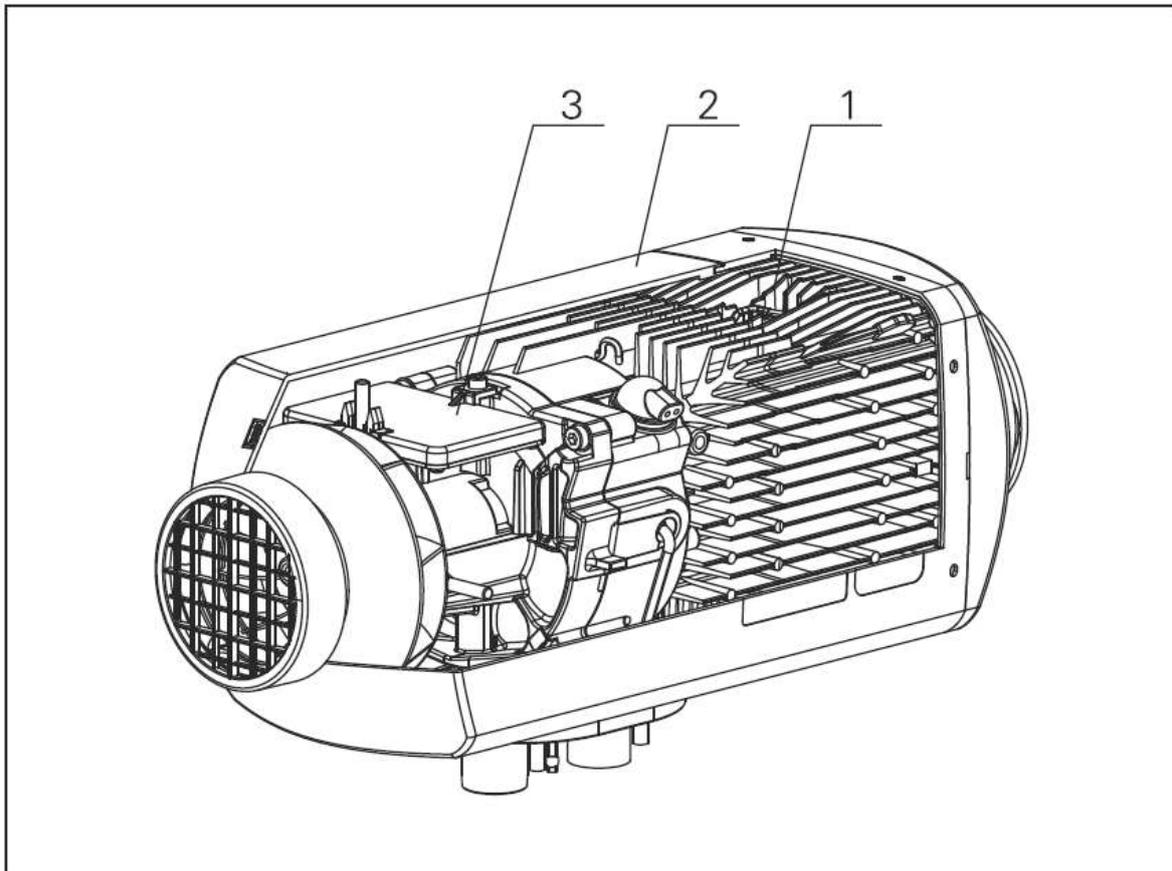

Abbildung 18
6.5.1 Der Hauptstecker des Heizgerätes ist in Abb. 18 dargestellt.
6.6.5 Die Rohrendungen von Verbrennungsluftansaugung und Abgasrohr müssen geschützt münden so dass kein Schnee und sonstiger Schmutz eintreten kann (Abb. 18). Ein entsprechender Ansaugstutzen ist im Lieferumfang enthalten.